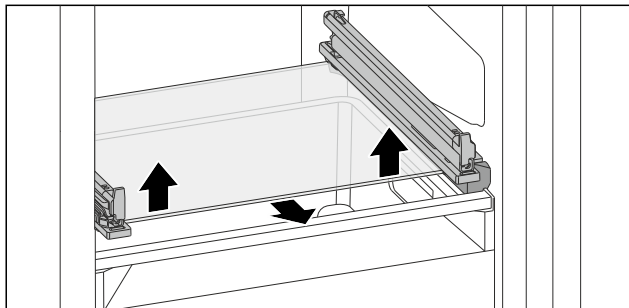

Fig. 107 Sklenená doska sklopnej zásuvky
- Na oboch stranách potlačte sklenenú dosku zospodu nahor. (pozri Fig. 107)